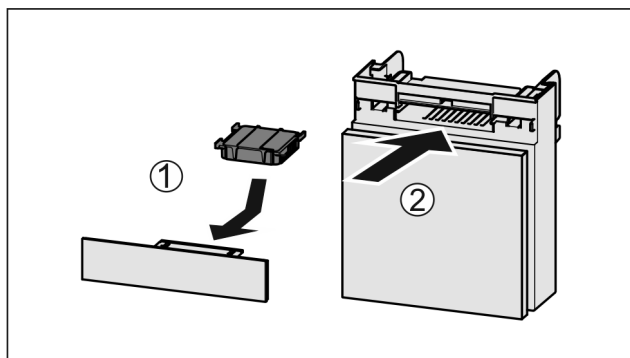

Fig. 169
- Aseta aktiivihiilisuodatin kuvan mukaisesti paikoilleen Fig. 169 (1).
- Työnnä lokero kiinni Fig. 169 (2).